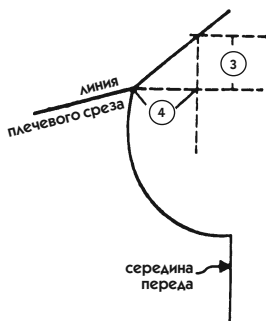

Рис. 426
6. *Перед.* Для продолжения линии плеча переда к шее начните чертить маленький горизонтальный отрезок длиной 4 см от точки пересечения линии плеча с горловиной, затем проведите окончательную наклонную линию, как показано на рис. 426.